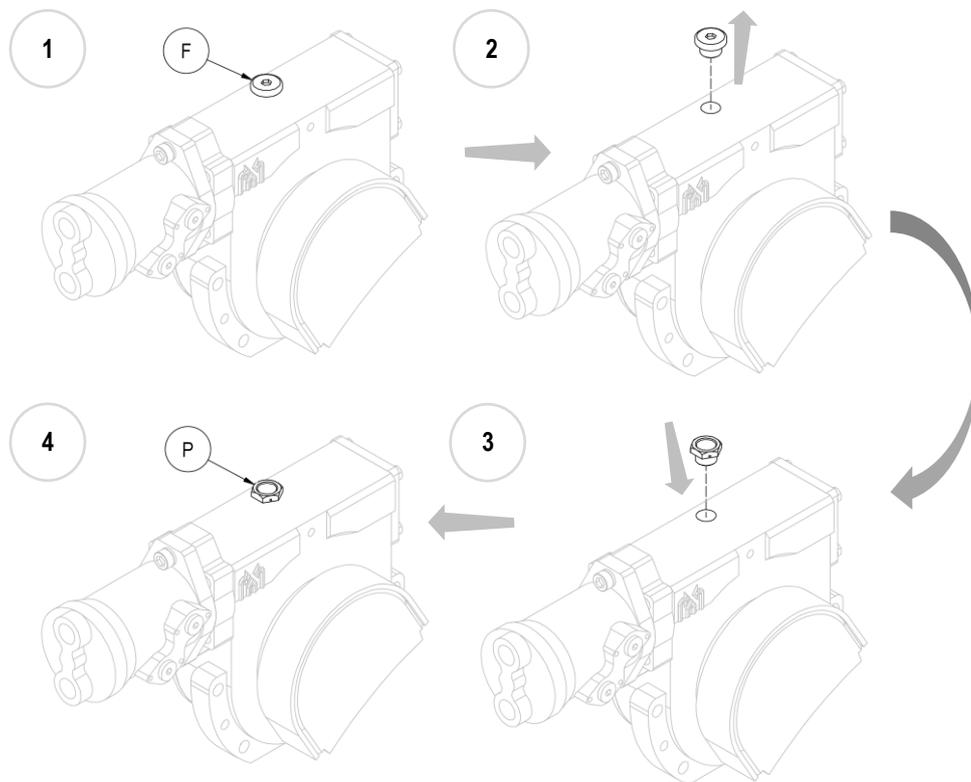

Figure 5
9. **N.B.** Une fois que l'équipement a été monté, avant l'utilisation, remplacer le bouchon aveugle de remplissage d'huile en fer (F) par le bouchon en plastique fourni (P), doté d'un évent (voir Figure 5).